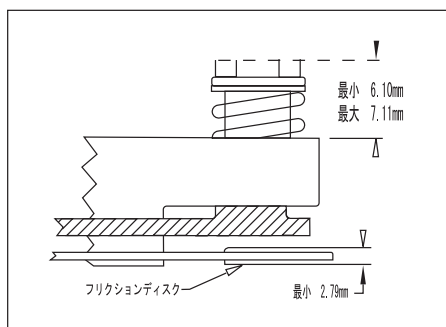

Fig. 3 クラッチミート回転数調節
最小数値以下で調整をすると、クラッチスプリングが強く働き、クラッチが100%ロックアップしなくなります。これにより、オーバーヒートが発生しクラッチの破損にもつながります。(Fig. 3参照)
4. クラッチスプリング(CH. 002. 015)をそれぞれのプレッシャープレートスタッドにはめ込む。次にブルーロックタイトをクラッチスプリングリテーナー(CH. 002. 016)につけ、リテーナーを各スタッドの理想的な高さになるまで締める。(Fig. 3参照)